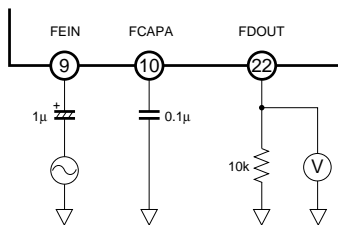
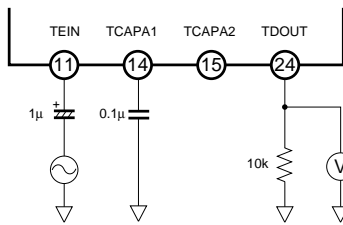
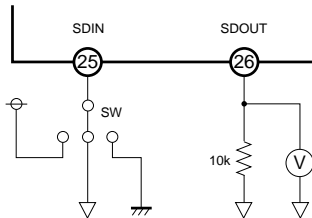
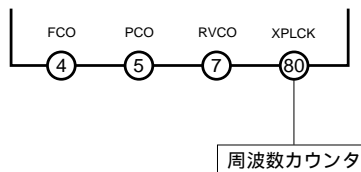

Fig.3
Fig.6
Fig.11
Fig.14
| 交流電圧利得1 | G_{FDF1} | 3 | 6 | 9 | dB | $I_N=1kHz, 100mV_{P-P}$ | 1083, FA08, C408 | Fig.3 |
| 交流電圧利得1 | G_{TDF1} | 5 | 8 | 11 | dB | $I_N=1kHz, 100mV_{P-P}$ | 1185, 12CC, F808, C408, 25 | Fig.6 |
| オフセット可動範囲3 | ΔV_{OF3} | ± 500 | - | - | mV | スレッド | 11 \times 4, C408, 25 F5FF \leftrightarrow F500 | Fig.11 |
*EYE (2), MIRROR (30), DEFECT (31) は“L”入力
*FOK (33) は“H”入力
*MCK (39), DIN (40), R/W (42)はコマンド入力ライン
*FEIN (9), TEIN (11), ADJ2 (21), SDIN (25) はVC 入力
*XI (70) は 16.93MHz 入力
*RVCO (7), FCAPA (10), TCAPA1 (14), TCAPA2 (15), FDOUT (22), TDOUT (24), SDOUT (26) は Fig.3, Fig.6, Fig.11, Fig.14 にしたがいいます。